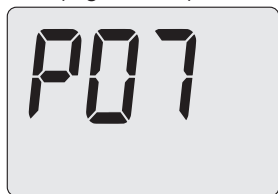

Figura 5.33
codice **P07**, indicante l'entrata nel "parametro P07" (Figura 5.33).
- Premendo il tasto 13 o 14 (Figura 5.31) si ottiene la conferma del valore inserito e si ritorna alla lista parametri Figura 5.33.